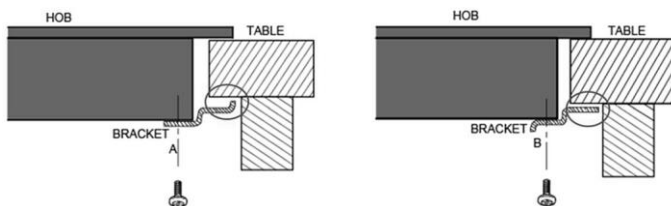

Bild 6
6. Se till att monteringsfästena inte rör vid bänkskivans inre ytor (se fig. 6).